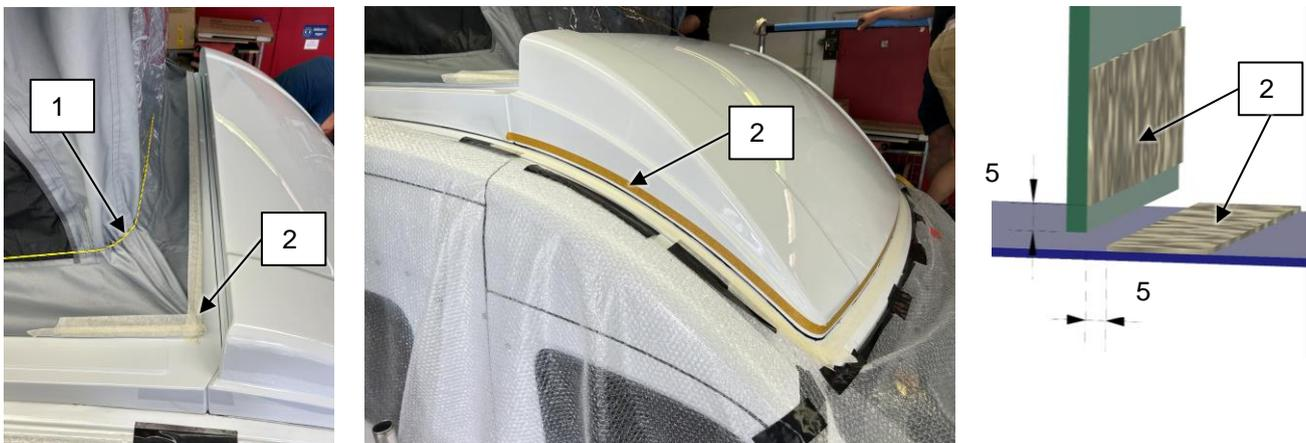

Abb. 4-1: Abkleben der Dichtnaht [G0001642]
- Der Zeltbalg sollte zurückgebunden werden (s. Abb. 4-1, 1) und mit Klebeband (2) ggf. auch Folie geschützt werden.
- Am Frontspoiler sollte die Dichtnaht abgeklebt werden: Hierzu das Klebeband (2) mit einem Abstand von min. 5 mm zu dem Spalt auf dem Frontspoiler und dem Fahrzeugdach anbringen.